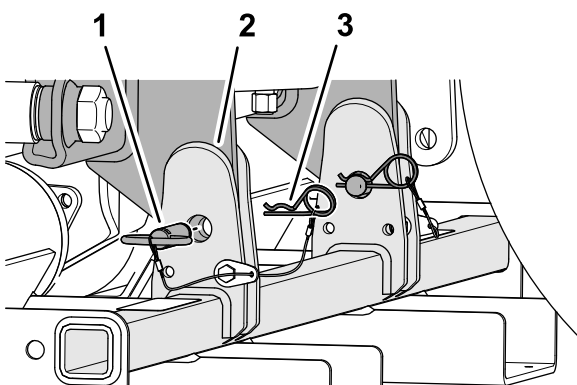

Figure 46
3. Fixez le support de rangement à la machine à l'aide des 2 goupilles et des 2 goupilles fendues (**Figure 46**).